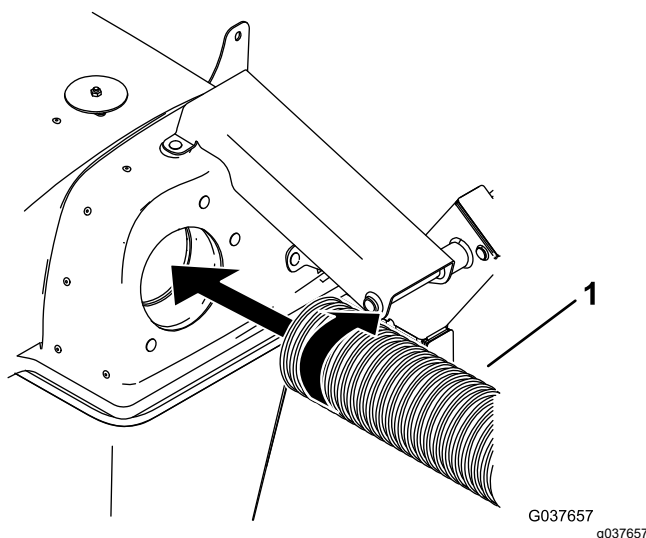

Bild 21
1. Schrauben Sie das eine Ende des Schlauchs mit 2 bis 3 Umdrehungen auf die Haube (Bild 21).